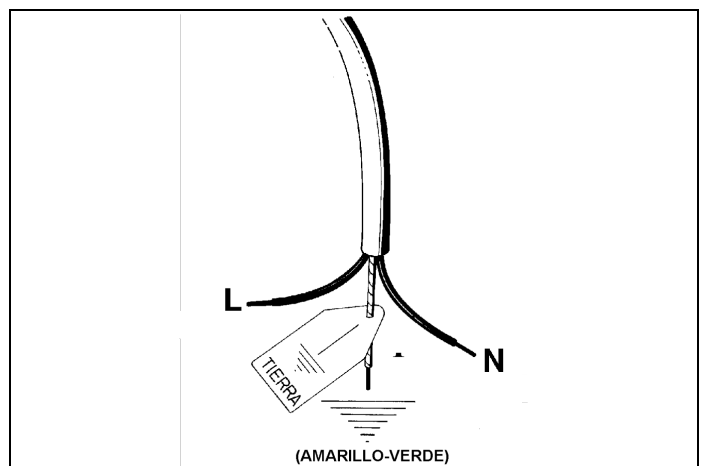

Fig. 11
- Applicare al cavo di alimentazione, se sprovvisto, una spina normalizzata adatta al carico indicato sull'etichetta segnaletica. Allacciare i cavetti secondo lo schema della Fig. 11 avendo cura di rispettare le sottotolate rispondenze: